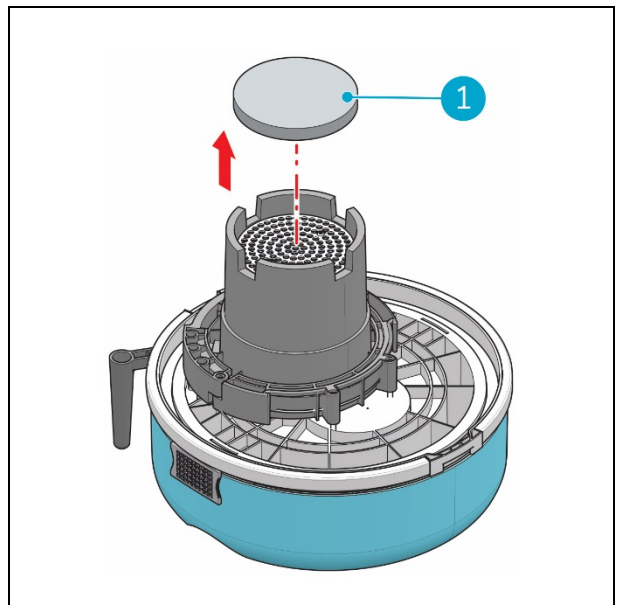

Figura 24
6. Retire o silenciador antigo (figura 24, posição 1) da parte superior do motor.